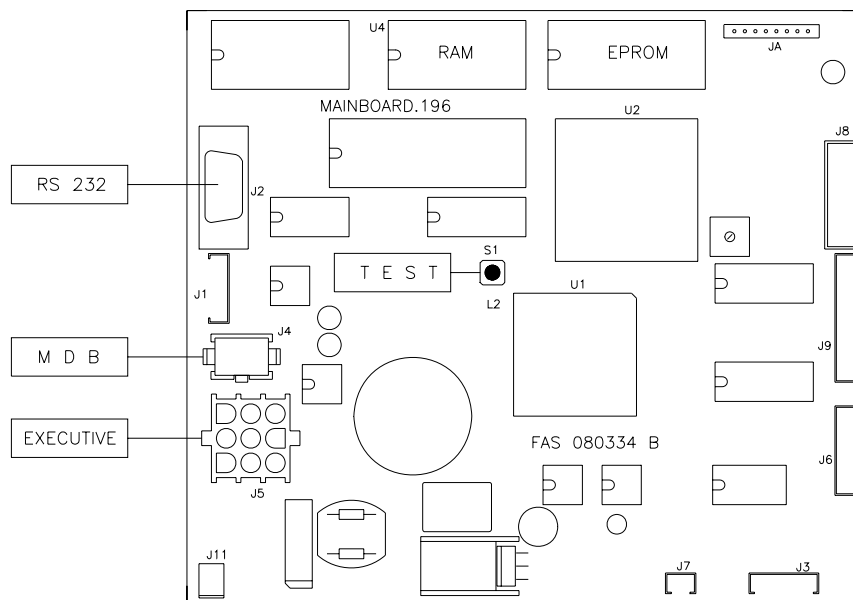

FIG. 3
- Se compare sul display la scritta "MEMORY CLEARED" premere il pulsante situato sulla scheda principale all'interno box gettoniera (vedi FIG. 3) per inizializzare la memoria. Sul display appare il messaggio "PORTA APERTA DISTRIBUTORE IN MANUTENZIONE". Il distributore automatico inizierà automaticamente un autotest. Se non viene identificato alcun errore la colonna si sposterà in posizione di inizio e la macchina sarà pronta all'uso.
All' accensione del distributore sul display compare la scritta 'INIT' seguita dalla scritta 'memory cleared' se la memoria non contiene dati oppure quelli contenuti non sono attendibili. La stessa condizione si raggiunge quando viene eseguito il comando 'cancella memoria' oppure qualora la memoria dovesse guastarsi. Premendo il pulsante test fig.3 situato sulla scheda principale all'interno del box gettoniera la memoria verrà automaticamente ripristinata con i valori predefiniti descritti nella sezione istruzioni.
E' possibile eseguire anche una prova di funzionalità del distributore, a questo scopo bisogna accendere il distributore e premere il pulsante test (fig.3) situato sulla scheda principale, la macchina entrerà in modalità vendita libera e sul display comparirà il messaggio '**Vendita libera**' se tutto OK, altrimenti verrà visualizzata la selezione: fuori servizio. Per ripristinare la selezione è sufficiente ripremere il rispettivo pulsante. Se il problema dovesse persistere apparirà il messaggio indicante il tipo di anomalia. A questo punto è possibile provare il ciclo di vendita della macchina per ciascuna selezione mentre sul display compariranno dei messaggi relativi alle eventuali anomalie che dovessero verificarsi durante la prova. Per rientrare in modo di funzionamento normale basta premere nuovamente il pulsante test fig.3 situato sulla scheda principale.